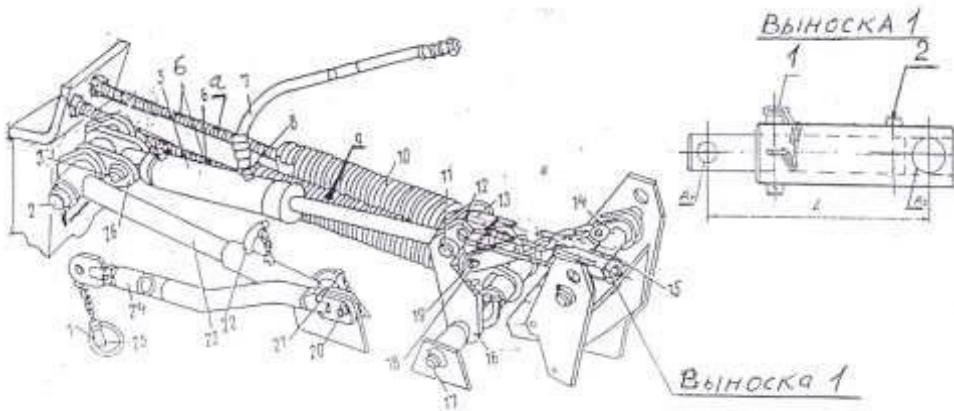

Рис. 10 Механизм уравновешивания и гидрооборудования
5.3.4. Регулирование механизма уравновешивания режущего аппарата (рис.10).
5.3.6. Регулирование транспортной тяги (рис.10).
- 6.5.** Штырь 22 (рис.10) телескопического стопорного устройства должен быть вынут из отверстия.
- 6.11.** Только для КРН-2.6 с защитным кожухом. При работе на участках с уклоном необходимо ослабить натяжение пружин 9 с помощью шпилек (рис.10), вынуть штырь из отверстия 2 (положение для работы на ровных участках (рис.10 выноска 1). После окончания работ зафиксировать штырь в отверстие 2 и подтянуть пружины 9